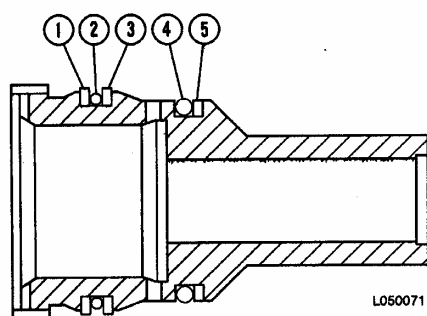

FIGURA 6-14. UBICACION DEL ANILLO DE GOMA EN LA CAMISA DEL PISTON
28. Inserte el conjunto del pistón de control en la camisa (4).
29. Mientras sujeta el pistón de control, presione o deslice en el pasador (8) y asegúrelo con un pasador de dos patas o pasador cilíndrico (18).
30. Instale el anillo de respaldo (1, Figura 6-14), el anillo de goma (2) y anillo de respaldo (3) en la ranura de más atrás en la camisa del pistón. Monte el anillo de goma (4) y el anillo de respaldo (5) en la ranura que queda.